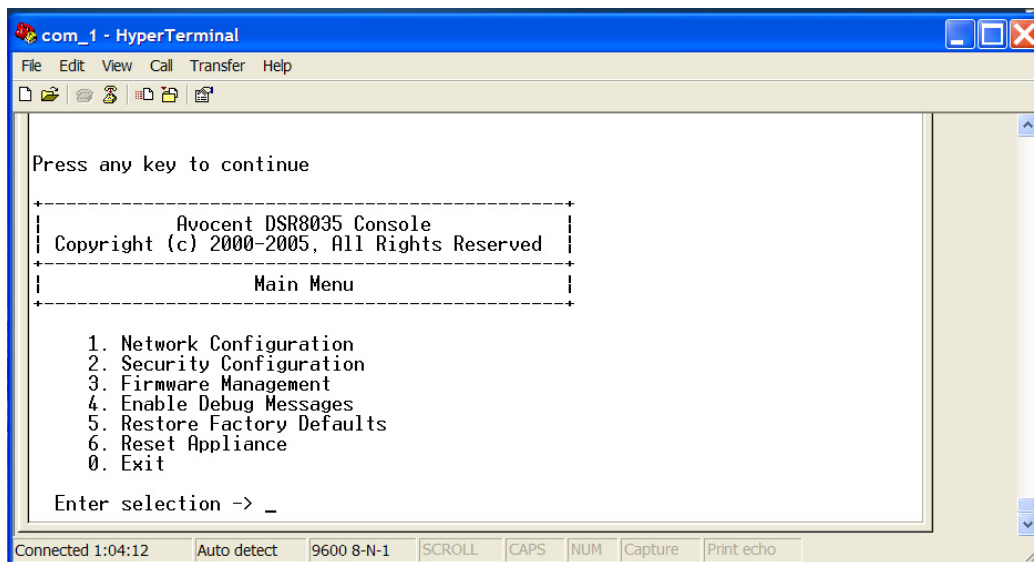

Figure 6.1 : Menu principal de la console
1. Lorsque vous mettez le commutateur DSR2035/8035 sous tension, il s'initialise pendant une minute environ. Une fois l'initialisation terminée, appuyez sur une touche quelconque du terminal ou de l'ordinateur exécutant le logiciel d'émulation de terminal pour accéder à l'interface du menu de la console, comme indiqué à la Figure 6.1 à la page 78.